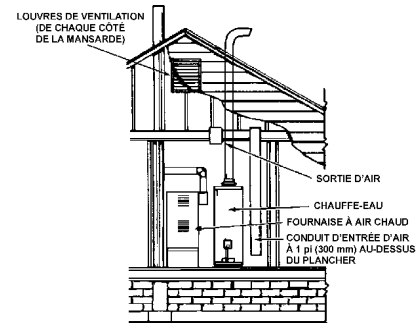

FIGURE 8
2. Chaque ouverture qui communique avec l'extérieur par un conduit vertical doit comporter une surface libre d'au moins 1 po² par 4 000 Btu/h (5,5 cm²/kW) de débit calorifique nominal total de tous les appareils se trouvant dans l'enceinte (fig. 8).